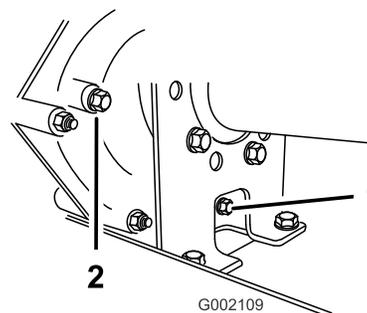
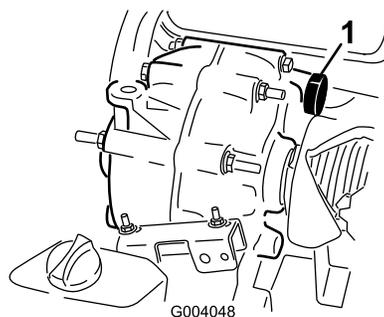

Figura 35
Figura 36
2. Retire el tapón de vaciado del lado derecho del depósito (Figura 35), y deje que se drene el aceite en un recipiente apropiado.
4. Llene el depósito (Figura 36) con aproximadamente 1,4 litros de aceite de motor SAE 10W30, o hasta que el nivel del aceite llegue a la parte inferior del orificio indicador de nivel (Figura 35).